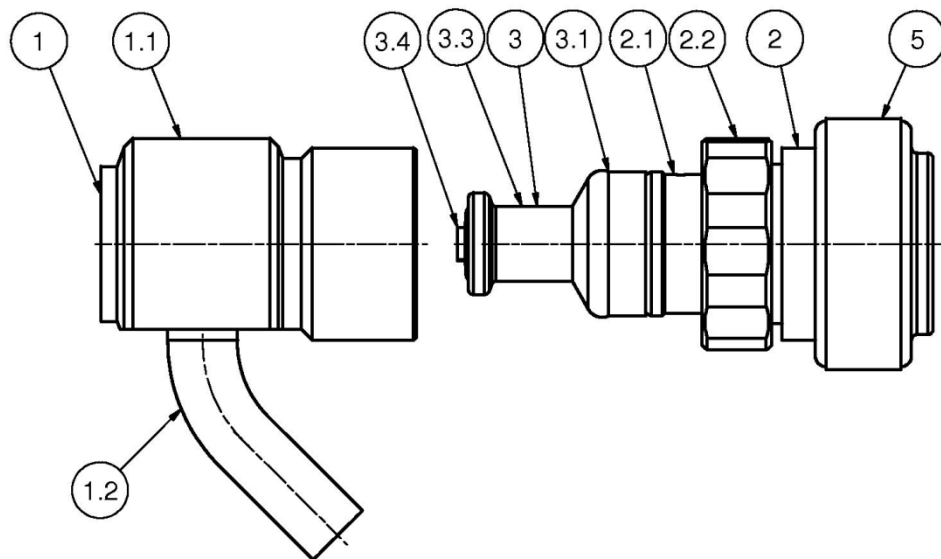

Bild 4 – Gehäuse (1) und Ventileinsatz (2) demontiert
- Bei Probenahmeventilen mit Schweißanschluss muss vor den Schweißarbeiten der Ventileinsatz (2) aus dem Gehäuse (1) ausgebaut werden [siehe Kapitel 6.2].
- Ventil durch Linksdrehung des Handrads (5) etwas öffnen.
- Überwurfmutter (2.2) des Ventileinsatzes (2) durch Linksdrehung von Hand oder vorsichtig mit Maulschlüssel (SW 39) lösen.
- Ventileinsatz (2) aus dem Gehäuse (1) herausziehen (siehe Bild 4).